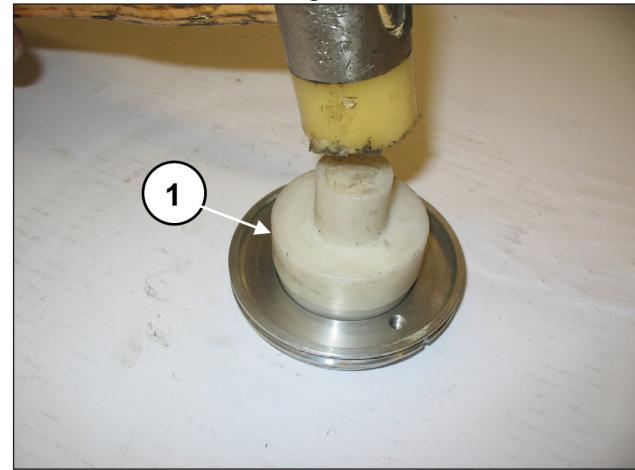

Abb. 93
Montieren Sie den radialen Dichtring mithilfe eines Dorns Art. 27910900 in den Ölabbreifring-Deckel (Pos. ①, Abb. 93).